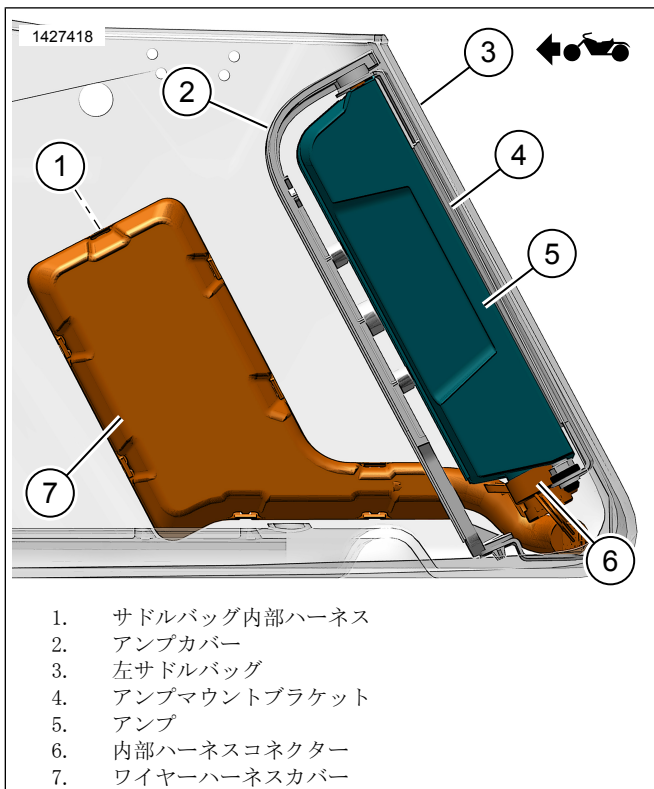

図8。アンプ付きサドルバッグハーネス
13. 図8を参照してください。アンブマウントブラケットアセンブリーを取り付けます。